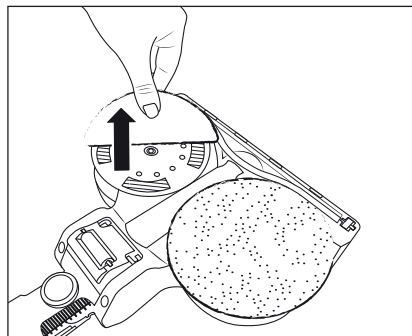

Fig. 18
- ◆ Pentru a îndepărta un ștergător 34 de pe accesoriul de ștergere 31, prindeți-l cu degetele și trageți-l în sus din accesoriul de ștergere 31 (a se vedea fig. 18).